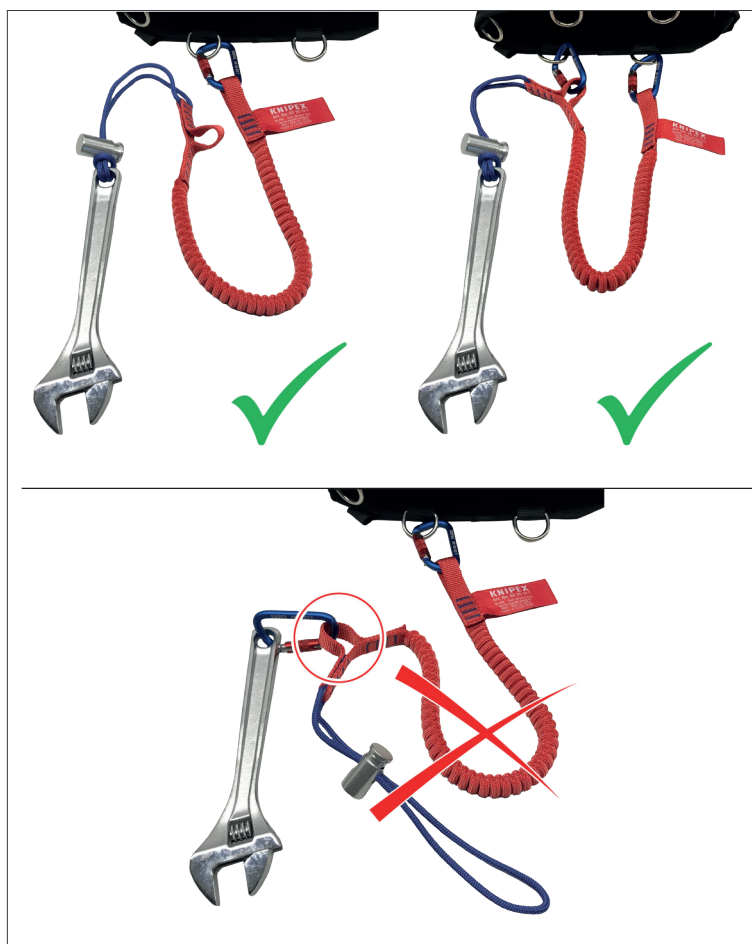

Fig. 10: Överkoppling
- Använd inte öglan för att ansluta till andra verktyg (fig. 10).
- Använd aldrig den platta bältesögla för förankring (fig. 10).
Den platta bältesöglan får aldrig användas som fallskydd för ett verktyg (fig. 10).